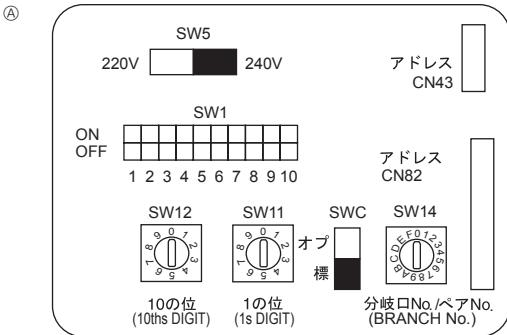

Fig. 7-4
7.5. Configuración de las direcciones (Fig. 7-4)
7.6. Captar la temperatura de la sala con el sensor incorporado en el mando a distancia (Fig. 7-4)